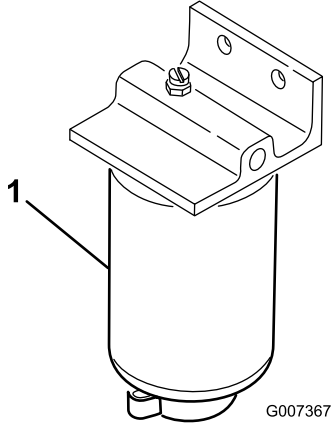

图 37
3. 打开燃油滤清器上的排油塞大约旋转一周排干积水图 37。